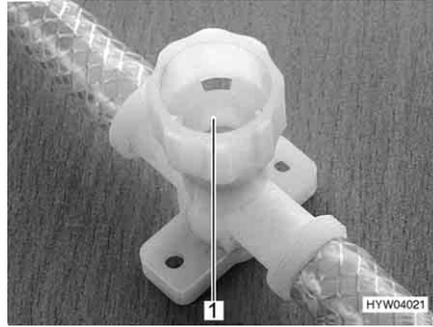

Fig. 158 Rubinetto di scarico per scaldacqua
- Chiudere tutti i rubinetti di scarico. A tal fine ruotare i coperchi (Fig. 158,1) in senso orario.
- Aprire tutti i rubinetti di scarico dello scaldacqua. A tal fine ruotare i coperchi (Fig. 158,1) in senso antiorario.